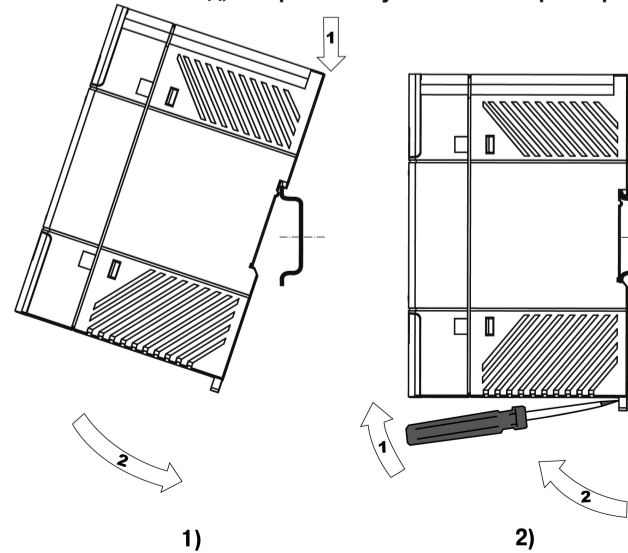

Рисунок 4 – Монтаж (1) и демонтаж (2) прибора
- С усилием прижать прибор к DIN-рейке в направлении, показанном стрелкой, до фиксации защелки (см. рисунок 4).
Для демонтажа прибора следует (см. рисунок 4):